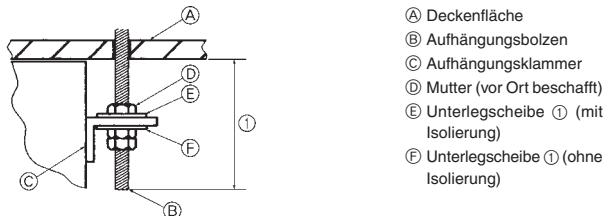

Fig. 3-5
4) Vorbereitung der Innenanlage (Fig. 3-5)